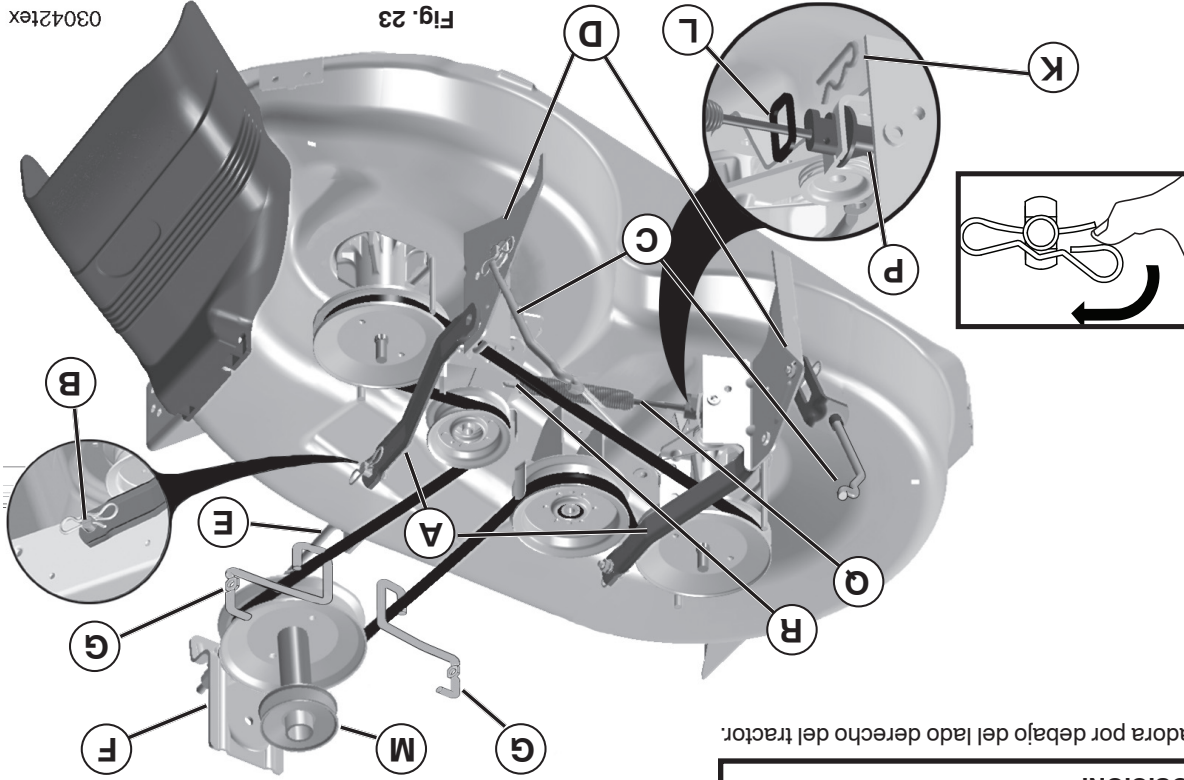

Fig. 23
**CÉSPED (Vea Fig. 23)**
- Ruede la correa de polea del motor (M).
- Retire el resorte de sujeción (K), deslice la abrazadera (L) hasta quitarla, y saque a presión la guía de la caja (F) hasta que se salga del soporte.
- Retire el resorte del cable del embrague (Q) del brazo del engranaje (R).
- Desconecte la pieza de unión anterior (E) de la cortadora – retire el resorte de contención y la arandela.
- Por uno de los lados de la cortadora, desconecte el brazo de suspensión de la cortadora (A) del chasis y la pieza de suspensión posterior (C) de la barra posterior de la cortadora (D) – retire los resortes de contención y las arandelas.
## INSTALE LA SEGADORA (Vea Fig. 23 - 28)